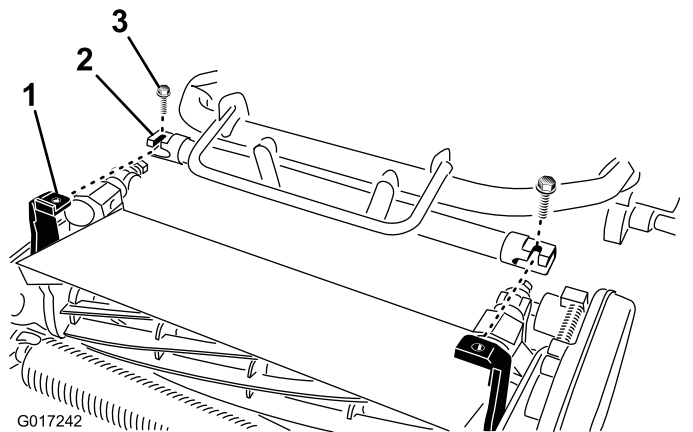

Bild 10
4. Bewegen Sie den Zugmaschinenrahmen (Bild 10) nach vorne, bis er in die Gelenkarme der Schneideinheit greift.
5. Befestigen Sie den Zugmaschinenrahmen mit zwei Schrauben ($\frac{3}{8}$ " x $\frac{3}{4}$ ") an den Gelenkarmen der Schneideinheit (Bild 10).